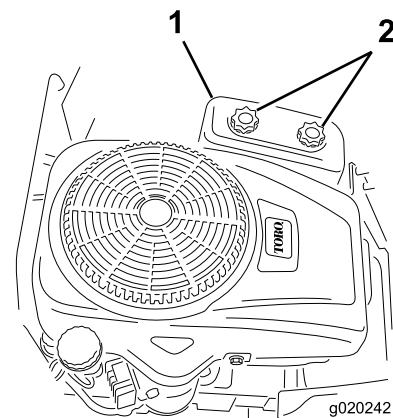

Bild 36
4. Schrauben Sie die zwei Handräder ab, um die Luftfilterabdeckung abzunehmen (Bild 36).